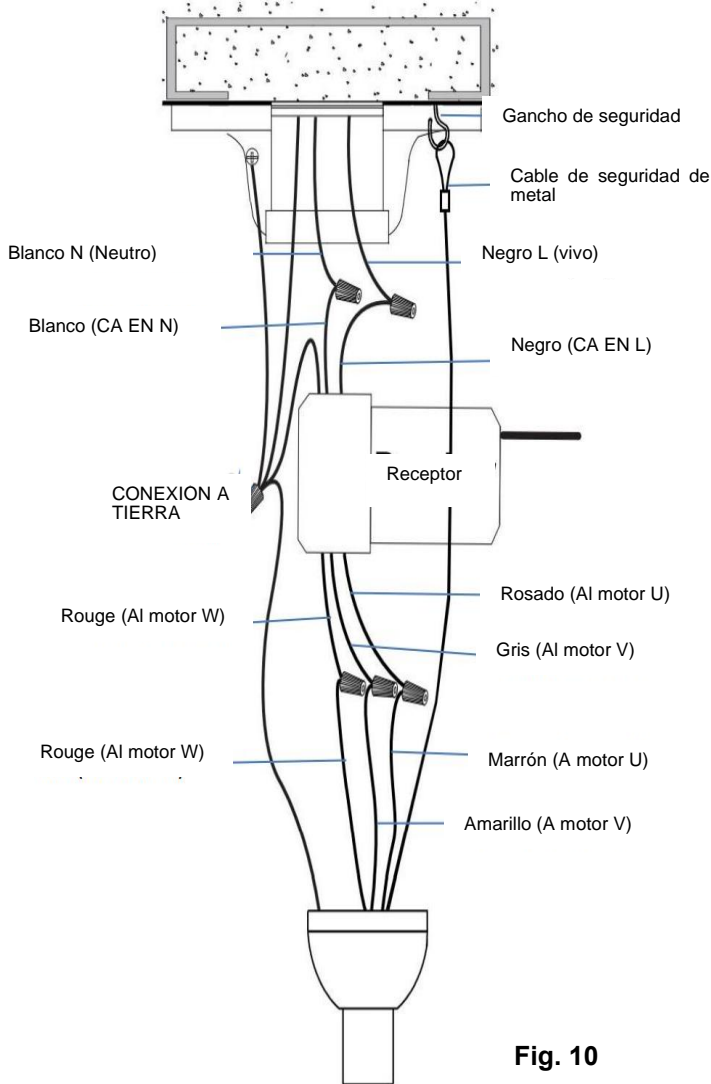

Fig. 10
- Complete el cableado eléctrico según la sección de “DIAGRAMA DE CABLEADO ELÉCTRICO” a continuación. (Fig.10)
2. Conecte el cable vivo de suministro eléctrico del hogar (negro) al cable de entrada del receptor (negro, AC IN L) como se muestra en (**Fig. 10**)